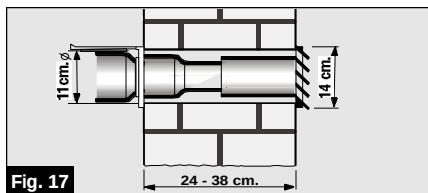

Fig. 17
- Para expulsar o ar quente através da parede é preciso efectuar um buraco na mesma para colocar o isolador de passagem, **Fig. 17**.